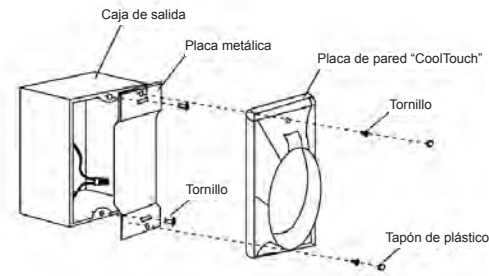

Figura 26
Paso 2. Instale la placa de metal y la placa de pared "CoolTouch" en la caja de salida existente en la pared con los 4 tornillos provistos. Luego coloque los dos tapones de plástico en la placa de pared. (Figura 26)